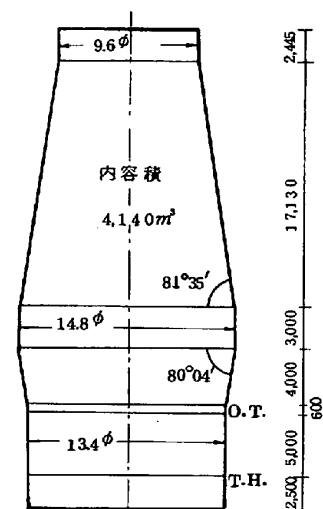

図1 プロフィール
- (1) 高炉本体 図1にプロフィールを示す。炉体支持方式はフリースタンディング方式を採用した。